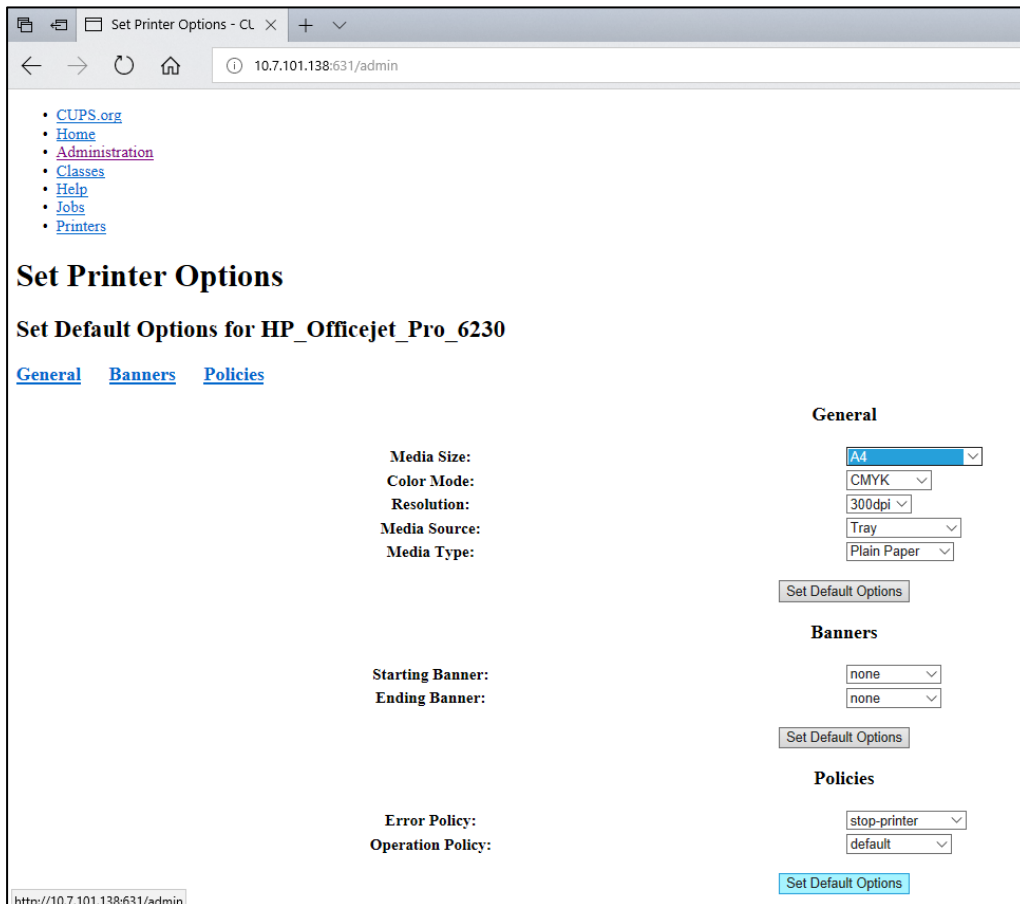

Рис. 84. Правильный выбор формата материалов для печати.
7. Необходимо правильно выбрать **Media Size** (Формат материалов для печати), например «A4», поскольку некоторые принтеры не печатают данные, если формат бумаги задан неправильно. Затем сохраните настройки нажатием кнопки **Set Default Options** (Задать параметры по умолчанию) (рис. 84).